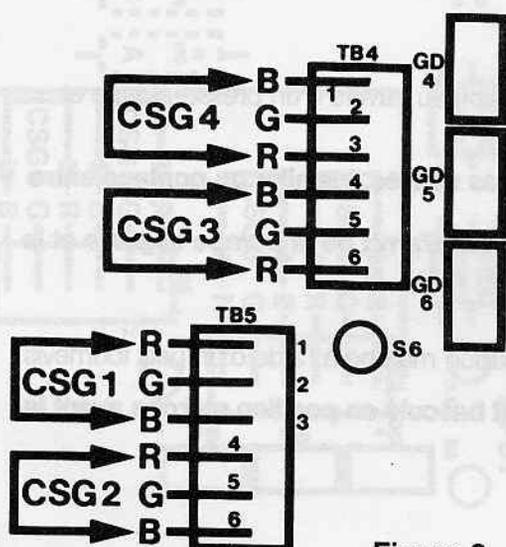
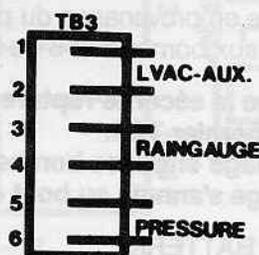

Figure 2
Figure 3
- 8 Acheminer le câble spécial à 3 conducteurs provenant de la zone 1 (CSG 1) au travers du presse-étoupe. Raccorder les 3 fils au bornier TB5. Brancher le fil rouge à la borne R(1), le fil vert à la borne G (2) et le fil noir à la borne B (3). (voir figure 2).
- 9 Acheminer le câble spécial à 3 conducteurs provenant de la zone 2 (CSG2) au travers du presse-étoupe. Raccorder les 3 fils au bornier TB5. Brancher le fil rouge à la borne R (4), le fil vert à la borne G (5), le fil noir à la borne B (6).
- 10 Acheminer le câble spécial à 3 conducteurs provenant de la zone 3 (CSG3) au travers du presse-étoupe. Raccorder les 3 fils au bornier TB4. Brancher le fil noir à la borne B (4), le vert à la borne G (5) et le fil rouge à la borne R (6).
- 11 Acheminer le câble spécial à 3 conducteurs provenant de la zone 4 (CSG4) au travers du presse-étoupe. Raccorder les 3 fils au bornier TB5. Brancher le fil noir à la borne B (1), le fil vert à la borne G (2), le fil rouge à la borne R (3).
- 12 Acheminer le câble provenant du pluviomètre par un presse-étoupe et raccorder les fils aux bornes 3 et 4 du bornier TB3 (figure 3).
14 **SECURITE RUPTURE DE CONDUITE** (figure 3).